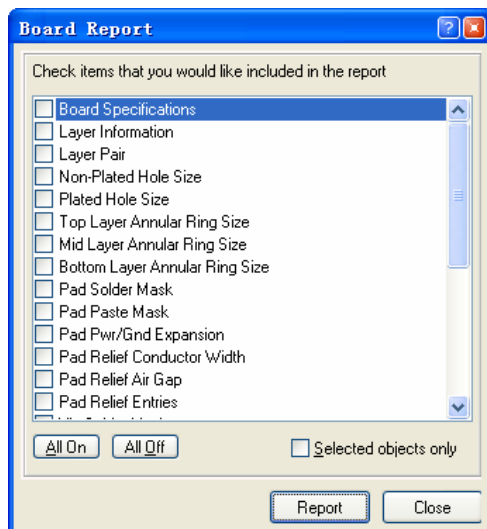

图 9.16 “Board Report”对话框
(4) 检查完 PCB 板的内层信息后，单击“Close”按钮，关闭“Internal Plane Information”对话框，然后单击“PCB Information”对话框中的“Report”按钮，打开如图 9.16 所示的“Board Report”对话框。
(5) 在如图 9.16 所示的“Board Report”对话框中勾选在报表文件中包含的内容或信息。单击“Report”按钮，生成如图 9.17 所示的“.REP”文件。